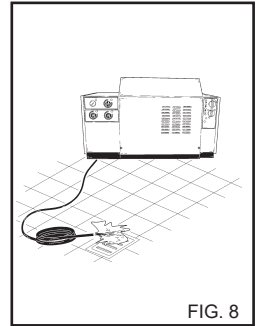

FIG. 8
**Para eliminar as eventuais impurezas ou bolhas de ar do circuito hidráulico, faça o primeiro arranque da máquina de lavar sem a lança, deixando que a água saia por alguns segundos. Eventuais impurezas poderiam obstruir o bico e impedir o seu funcionamento (Fig. 8).**